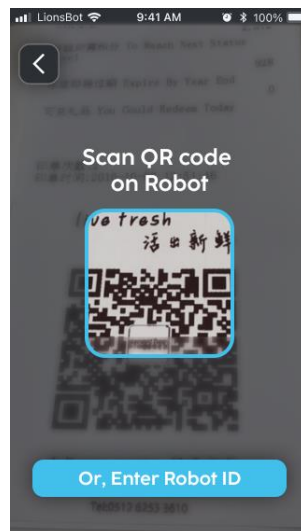
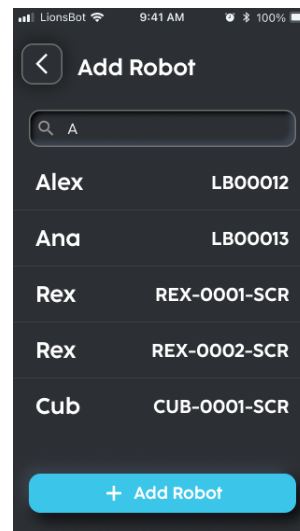

Fig. 2
Fig. 3
2. Scannez le code QR se trouvant sur le robot (Fig. 2). Vous pouvez également cliquer sur « Enter Robot ID (Saisir l'ID du robot) » pour ajouter le nom ou l'ID du robot (Fig. 3).